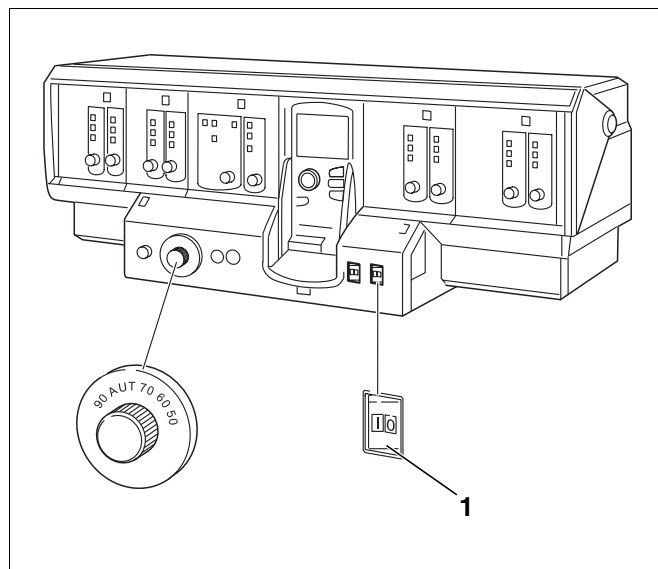

Abb. 70 Beispieldarstellung Logomatic 4311
- Betriebsschalter (Abb. 70, **Pos. 1**) am Regelgerät in die Stellung „0“ schalten.